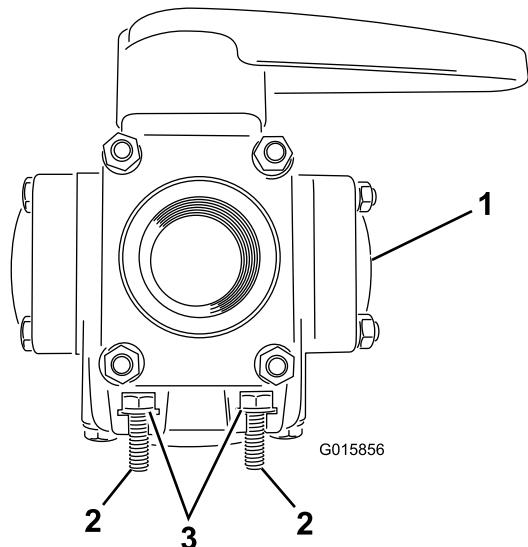

Bild 21
2. Setzen Sie 4 Schrauben und 4 Scheiben in den Einschub des Vierwegeventils ein (Bild 21).